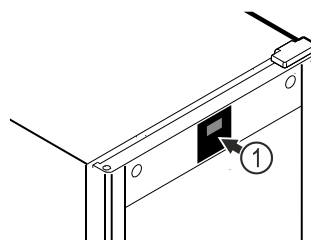

Fig. 51 Példaként szolgáló ábrázolás
A hőmérő gyárilag eleve kalibrálva van (ofszet értéke +6 Kelvin). Ha a belső tér hőmérséklete eltér a hőmérséklet-kijelzőtől Fig. 51 (1), akkor kalibrálni lehet a hőmérőt.